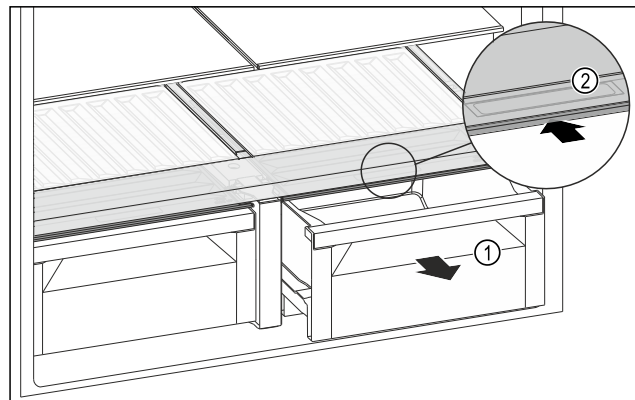

Fig. 128
- Retirer le tiroir *Fig. 128 (1)*.
- Saisir la poignée encastrée *Fig. 128 (2)* du couvercle du compartiment et pousser le couvercle du compartiment vers l'arrière.